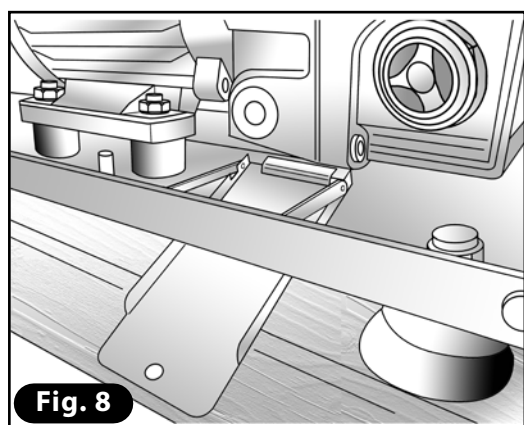

Fig. 8
- 3) Quite el tornillo que bloquea la rampa de carga del aceite (**Fig. 7**). Compruebe que, con la rampa colocada (**Fig. 8**), sea posible recoger el aceite que saldrá de la bomba.